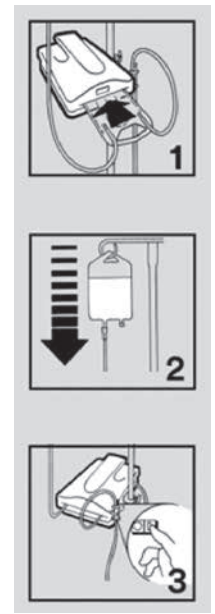

Figura 4
2. Coloque o cassete na ranhura da unidade de aquecimento. O cassete só pode ser encaixado no dispositivo de uma maneira (consulte a Figura 4, nº 1).
3. Prepare o conjunto de aquecimento. Para obter mais informações sobre como preparar o conjunto, consulte as instruções fornecidas com os conjuntos de aquecimento (consulte a Figura 4, nº 2).
5. Conecte o cabo de alimentação a uma tomada apropriada. Ligue a unidade (consulte a Figura 4, nº 3). Dentro de alguns segundos, o display alfanumérico se iluminará. Demora menos de 2 minutos para aquecer até a temperatura nominal de 41 °C.